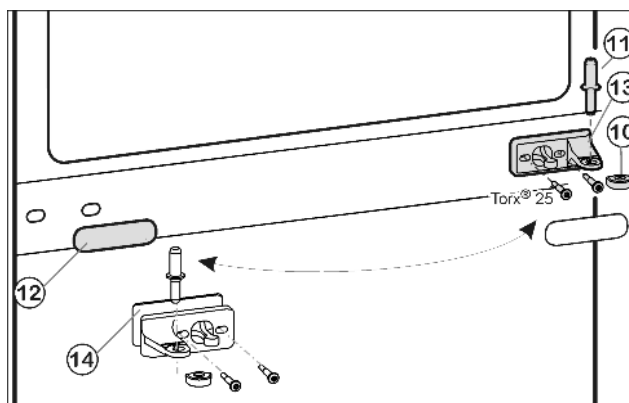
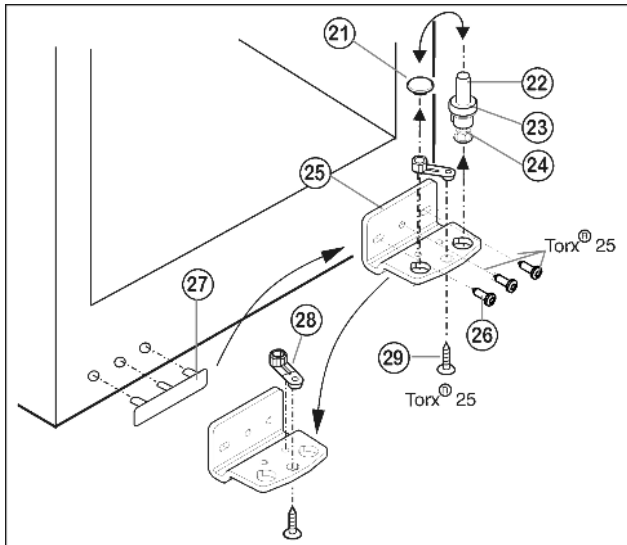

Fig. 5
Fig. 6
- ▶ Middelste lagerbout Fig. 5 (11) uit de lagerbus en de onderste deur uittrekken.
- ▶ Kunststof kapje Fig. 5 (10) afnemen.
- ▶ Middelste lagerbus Fig. 5 (13) losschroeven (2 maal Torx® 25).
- ▶ Afdekplaat Fig. 5 (12) voorzichtig afhalen.
- ▶ Middelste lagerbus met Fig. 5 (14) onderlegschijsje Fig. 5 (13) 180° gedraaid aan de nieuwe scharnierkant **goed** (met 4 Nm) vastschroeven.
- ▶ Afdekplaat Fig. 5 (12) 180° gedraaid aan de nieuwe greepzijde weer vastklikken.
- ▶ Lagerbout Fig. 6 (22) compleet met schijfje Fig. 6 (23) en stelootje Fig. 6 (24) naar boven eruit trekken.
- ▶ Stop Fig. 6 (21) eraf halen.
- ▶ Lagerbus Fig. 6 (25) losschroeven Fig. 6 (26).
- ▶ Lagerdeel Fig. 6 (28) losschroeven Fig. 6 (29) en in het tegenoverliggende opnamegat van de lagerbus omzetten en weer vastschroeven.
- ▶ Afdekking aan de greepzijde Fig. 6 (27) voorzichtig optillen en op de tegenoverliggende zijde plaatsen.
- ▶ Lagerbus Fig. 6 (25) aan de nieuwe scharnierzijde evt. met behulp van een accuschroevendraaier weer **goed (met 4 Nm)** vastschroeven.
- ▶ Stop Fig. 6 (21) weer in het andere gat aanbrengen.
- ▶ Lagerbout Fig. 6 (22) compleet met schijfje en stelootje weer aanbrengen. Er daarbij erop letten, dat de sluitnok naar achter wijst.
- ▶ Plaats de onderste deur van boven op de onderste lagerbout Fig. 6 (22).
- ▶ Het kunststof kapje Fig. 5 (10) weer op de middelste lagerbus Fig. 5 (13) zetten.
- ▶ Middelste lagerbout Fig. 5 (11) op de nieuwe scharnierzijde in de onderste deur plaatsen door de middelste lagerbus Fig. 5 (13).
- ▶ Bovenste deur op de middelste lagerbout Fig. 5 (11) zetten.
- ▶ De deuren eventueel via de beide langgaten in de onderste lagerbus Fig. 6 (25) en middelste lagerbus Fig. 5 (13) ten opzichte van de kast uitlijnen. Eerst de middelste schroef in de onderste lagerbus Fig. 6 (25) uitdraaien.